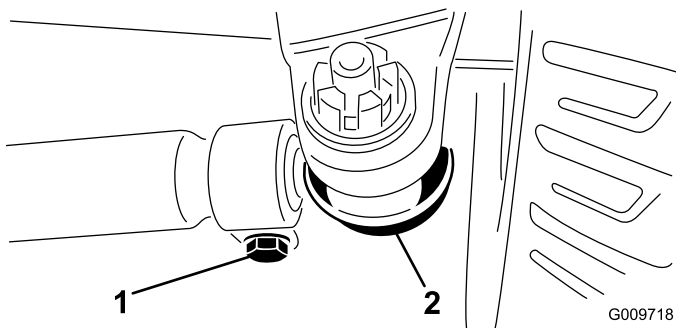

図 96
2. 調整は、両側のタイロッドのボールジョイントからコッターピンとナットを外して行う 図 96。
4. タイロッド両側のクランプをゆるめる 図 96。